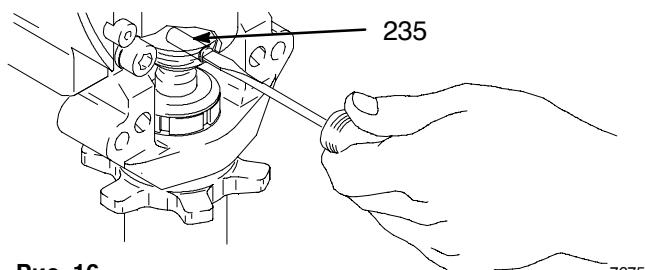

Рис. 16
5. См. Рис. 16. С помощью отвертки сдвиньте стопорную шайбу вверх и вытолкните шпильку (235).
2. См. Рис. 16. Протолкните шпильку (235) в отверстие. Сдвиньте стопорную пружину в кольцевую канавку шатуна.